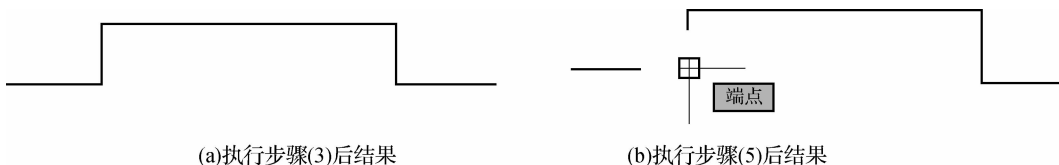

图 3-5 电阻的绘制
(5)执行“直线”命令,然后在系统提示下执行如下操作,结果如图 3-5 所示。